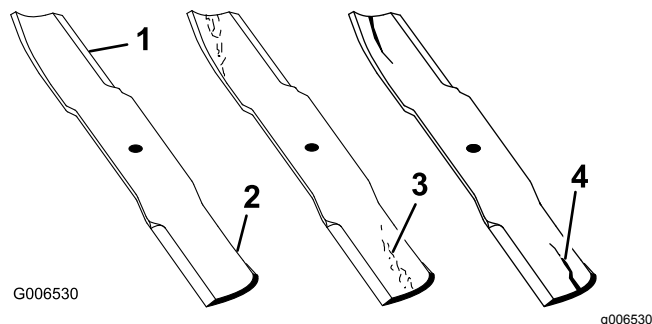

Figura 78
1. Inspeccione as extremidades de corte (Figura 78).
4. Se verificar quaisquer fissuras, desgaste, ou a formação de ranhuras nesta área instale imediatamente uma lâmina nova (Figura 78).